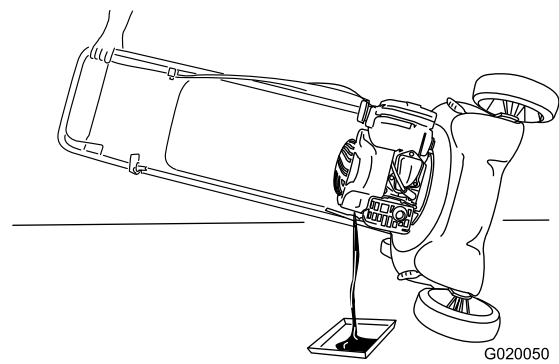

Figura 16
2. Ponga la máquina de lado, con el filtro de aire hacia arriba, y retire la varilla para drenar el aceite usado a través del tubo de llenado de aceite (Figura 16).